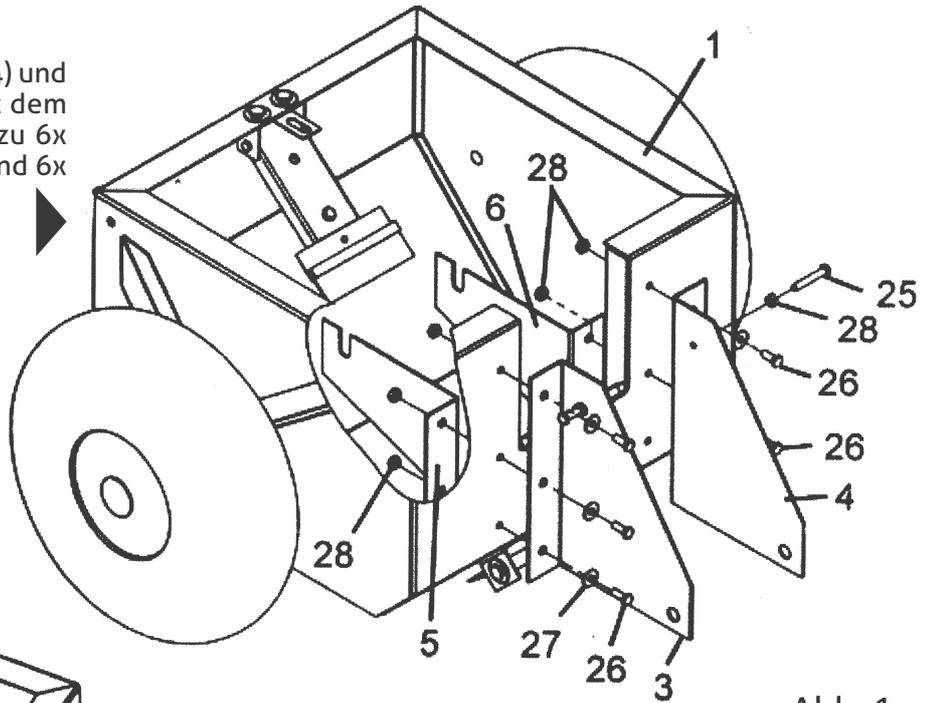

Abb. 1
1. Verbinden Sie zuerst die zwei großen (3&4) und die zwei kleinen (5&6) Dreiecksbleche mit dem Farbwannegehäuse (1). Sie benötigen dazu 6x Schrauben (26), 6x Unterlegscheiben (27) und 6x Muttern (28). Abb. 1.